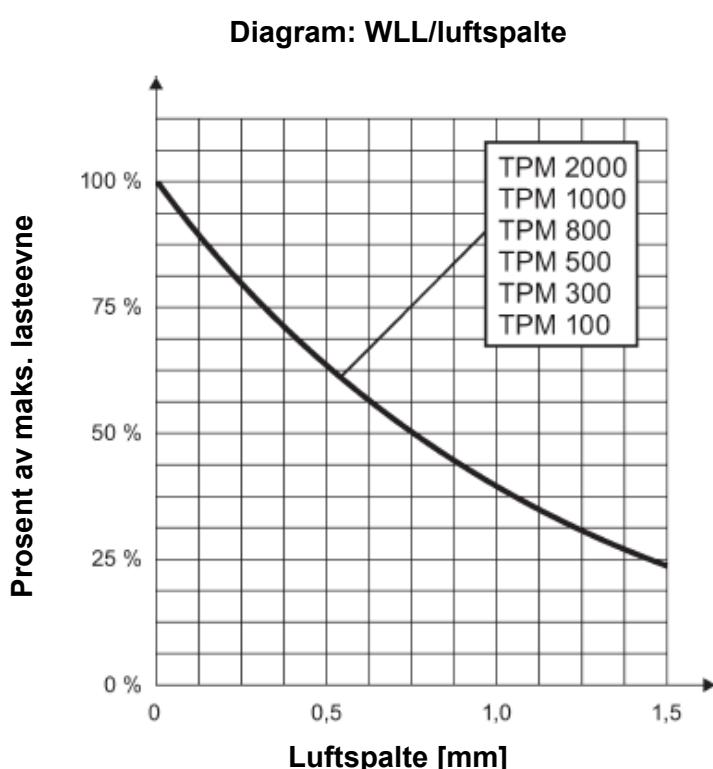
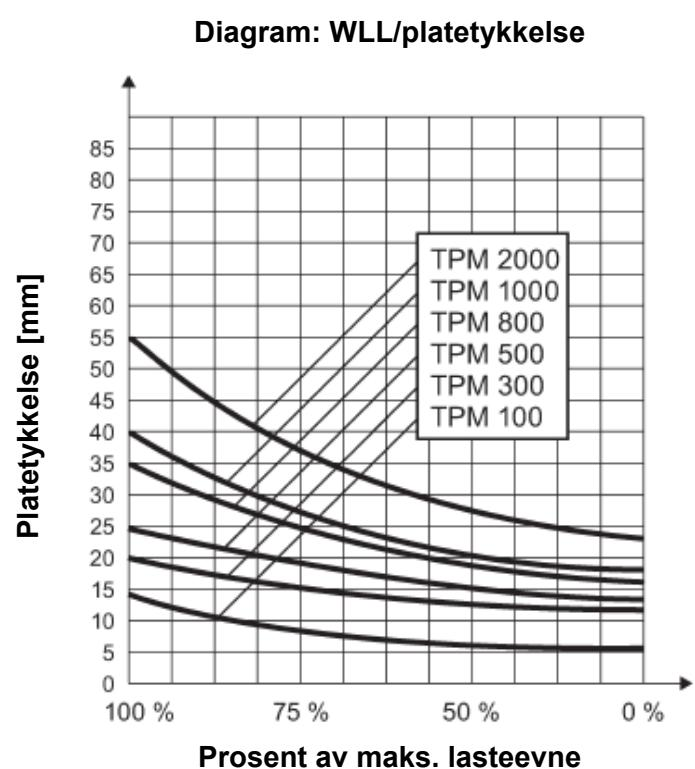

Fig. 4
Fig. 5
NB! Enhver avstand eller hindring mellom lasten og polskoene på magneten fører til redusert lasteevne (se også luftspalte i fig. 4).
- Hvis det oppstår luftspalte på grunn av belegg, ujevnheter osv., må det tas hensyn til dataene i fig. 4.
- Ta også hensyn til redusert lasteevne på grunn av rundt materiale, rør, rustfritt stål og støpegods (fig. 4, fig. 5, tab. 1, tab. 2).
NB! Sørg for god kontakt med lasten! Ta hensyn til eventuell redusert lasteevne på grunn av luftspalte, materiale, materialtykkelse, materialform eller redusert kontaktflate (fig. 4, fig. 5, tab. 1, tab. 2).